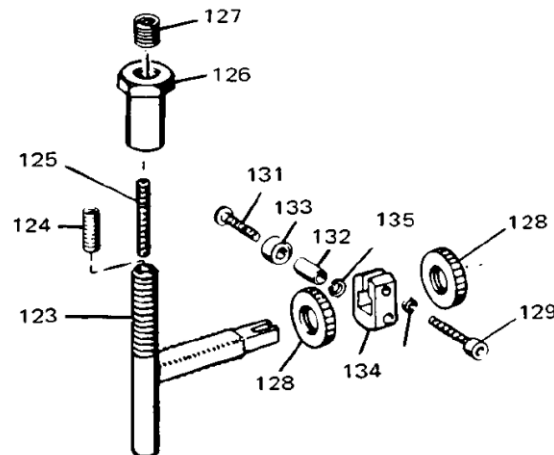

图 3-1. 高速调节分解图
3. 先放置高速调节定位螺钉（125，图 3-1），使上端与 T 形速度设置螺钉（123）上端齐平。
- b. 如果在控制气压调整到所需最大值之前达到所需的高速，朝速度设置汽缸移动滚珠轴承枢轴支架（支点）（134，图 3-1），以减小与控制气压范围相关的调速器速度范围。
- c. 顺时针旋转速度调节螺钉 123 中的高速调节固定螺钉（125，图 3-1），直到刚接触高速止动销。如果固定螺钉旋转太多，原动机转速就会降低。